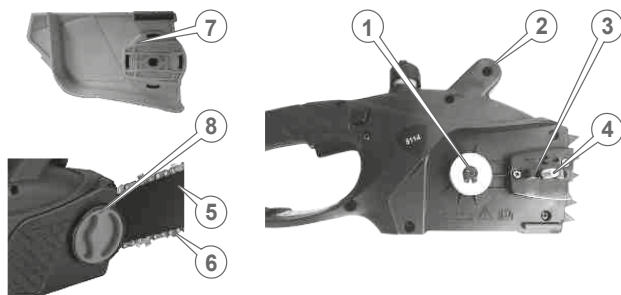
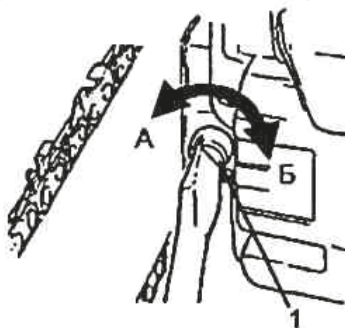

Рисунок 3. Схема встановлення різального блока.
Рисунок 5. Схема регулювання натягу ланцюга.
7. Виконати встановлення напрямної (5, рис. 3) та різального ланцюга (6, рис. 3).
8. Відкрутити вручну гайку-«баранчик» (8, рис. 3) для кріплення захисної кришки (7, рис. 3) «шини». Акуратно зняти захисну кришку.
9. Ввести ланцюг (6, рис. 3) в зачеплення з веденою зірочкою, розташо-
ваною на «носку» напрямної (5, рис. 3). Напрямок руху різального ланцюга має відповідати напрямку, вказаному на «шині» та на захисній кришці.
10. Встановити довгий паз «шини» (5, рис. 3) з ланцюгом на затискну шпильку (4, рис. 3) і вирівняти за напрямним виступом (3, рис. 3).
11. Накласти ланцюг (6, рис. 3) на ведучу зірочку (1, рис. 3) та вставити в паз «шини» хвостовики ланцюга. Проведення цієї операції почати із верхньої гілки «шини». Посунути «шину» трішки вперед, щоб ланцюг ледь натягнувся.
12. Встановити захисну кришку (7, рис. 3), та закрутити гайку-«баранчик» (8, рис. 3), не натягуючи її.
2. Послабити кріпильну гайку-«баранчик» (8, рис. 3) захисної кришки (7, рис. 3) на один оберт проти ходу годинникової стрілки. Якщо зазор між прямою ланцюга та «шиною» не відповідає показнику 1–3 мм, повільно повернути викруткою (2, рис. 5) регулювальний гвинт (1, рис. 5) механізму натягу ланцюга в напрямку стрілки «А» або «Б», щоб послабити або натягнути ланцюг.
4. Надійно затягнути кріпильну гайку-«баранчик» (8, рис. 3) захисної кришки.